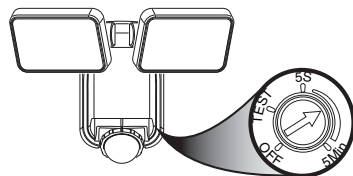

Figure 11
IMPORTANT : Tournez le commutateur de commande sur le côté du capteur en position OFF et laissez la pile se charger pendant 3 à 7 journées de plein soleil avant de faire les essais (voir la Figure 11).
1. Placez le commutateur de commande en position « ESSAI » (TEST) (voir la Figure 11).